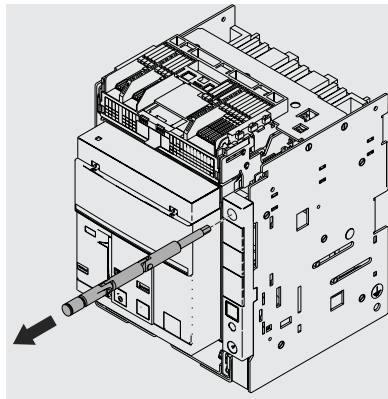

Abbildung 57
4. Die Trennkurbel aus ihrem Sitz herausziehen. Siehe Abbildung 57.